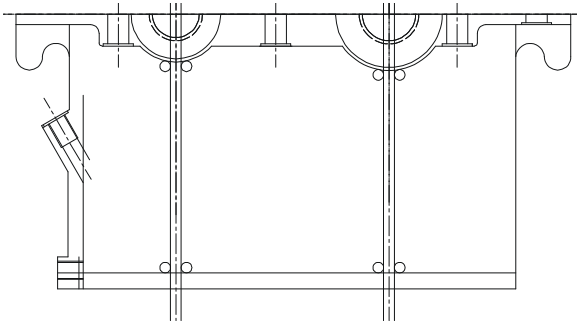

图 8-3-18
STEP 21 在筋板和箱体连接的地方是以圆弧过渡连接的，因此要在筋板和箱体连接的地方画上圆，然后剪切多余的圆弧线。注意，在这里不能用倒圆角的方法来倒出圆弧线，因为用倒圆角时，箱体的底座线会被剪切掉，最后得补上线段。尽管在图形上没有什么差错，却是不规范的，也不能提高绘图效率。具体的做法是，用圆命令在筋板和箱体的连接处绘制出与之相切的圆，然后把多余的圆弧线剪切掉，这步骤的操作在箱盖中的筋板时已经详细操作过，这里不再重述。有不清楚之处可参照绘制箱盖筋板的步骤。效果如图 8-3-18 所示。